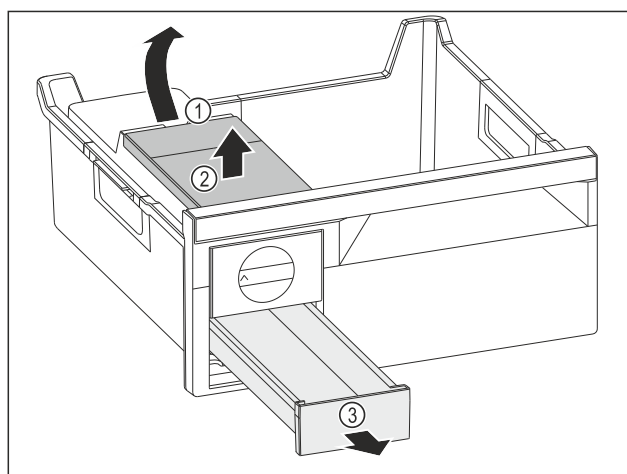

Fig. 103
- Wassertank entnehmen: Wassertank an der Aussparung Fig. 103 (1) anheben.
- Wassertank Fig. 103 (2) nach oben entnehmen.
- Eiswürfelschubfach Fig. 103 (3) nach vorne entnehmen.